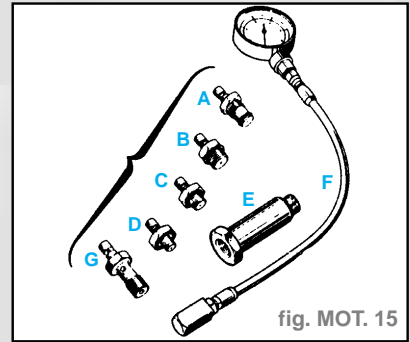

fig. MOT. 15
- Utiliser le coffret **Mot. 836.05** (fig. MOT. 15).
- Utilisation de l'outillage (fig. MOT. 15)